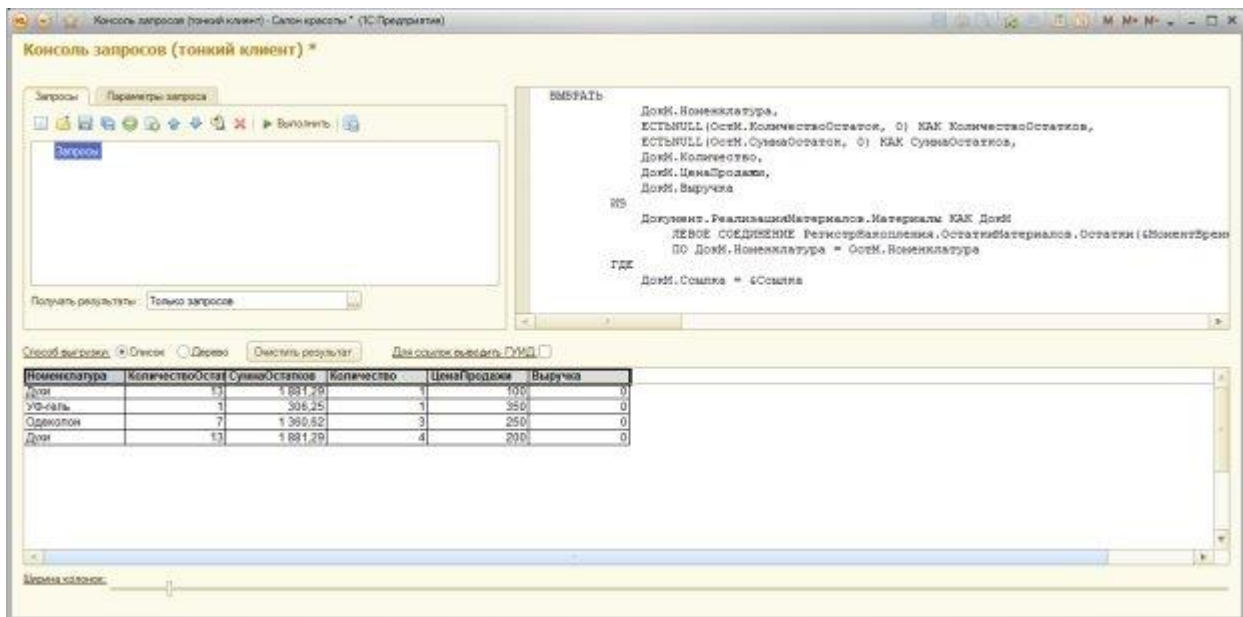

Рисунок 17.3. Запрос для получения данных для заполнения табличного поля
9. Остальные данные нас устраивают. У нас получился такой запрос, Рисунок 17.3.